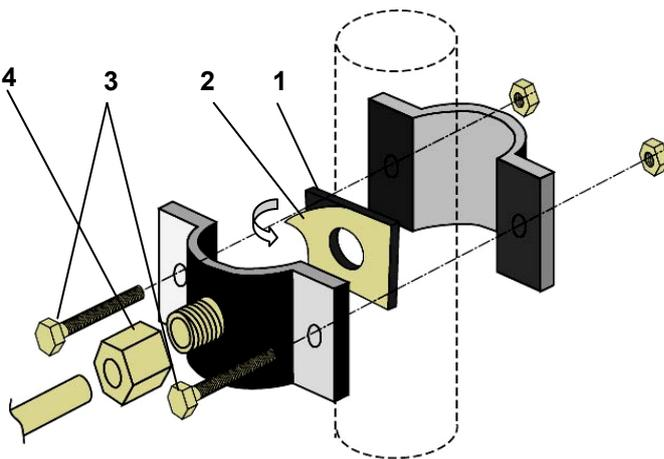

Рисунок 4
10. Дренажный хомут (рис.4)	1 шт.
- **К дренажному хомуту (8).** На трубку (9), отходящую от дренажного штуцера корпуса мембранного элемента (10) наденьте пластиковую гайку и наверните гайку (4) на штуцер дренажного хомута (см. рис. 4).
- **К баку-накопителю (11).** На пластиковую подводящую трубку наденьте накидную гайку и наверните гайку на штуцер крана бака-накопителя. Другой конец трубки (12) подсоедините к свободному штуцеру датчика давления (13) (датчик давления расположен в правой передней части кронштейна, со стороны блока кондиционирования воды). Для этого вставьте предварительно смоченный водой конец трубки во втулку штуцера до упора на глубину примерно 15 мм.